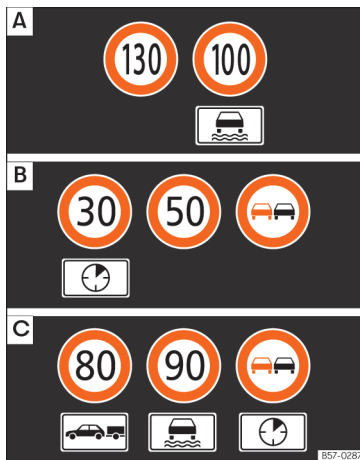

Abb. 78 Am Bildschirm des Kombi-Instruments: Beispiele für erkannte Geschwindigkeitsbeschränkungen oder Überholverbote mit den entsprechenden Zusatzzeichen.
Die vom System erkannten Verkehrszeichen werden am Bildschirm des Kombi-Instruments » **Abb. 78** und je nach installiertem Navigationssystem auch im Infotainment-System » **Seite 96** angezeigt.
Bei eingeschalteter Verkehrszeichenerkennung erfasst das Fahrzeug die vor ihm befindlichen Verkehrszeichen über eine Kamera an der Basis des Innenspiegels. Nach Überprüfung und Auswertung der Informationen der Kamera, des Navigationssystems sowie der aktuellen Fahrzeugdaten werden bis zu drei aktuelle Verkehrszeichen **» Abb. 78 ** mit den entsprechenden Zusatzinformationen angezeigt.
- **Erste Stelle:** Das für den Fahrer gegenwärtig gültige Verkehrszeichen wird auf dem Display links angezeigt. Zum Beispiel die Geschwindigkeitsbegrenzung **130 km/h (100 mph)** **» Abb. 78 **.
- **Dritte Stelle:** An dritter Stelle steht ein Zeichen, das nur beschränkt gültig ist, zum Beispiel ein Überholverbot für einen bestimmten Zeitraum **» Abb. 78 **.